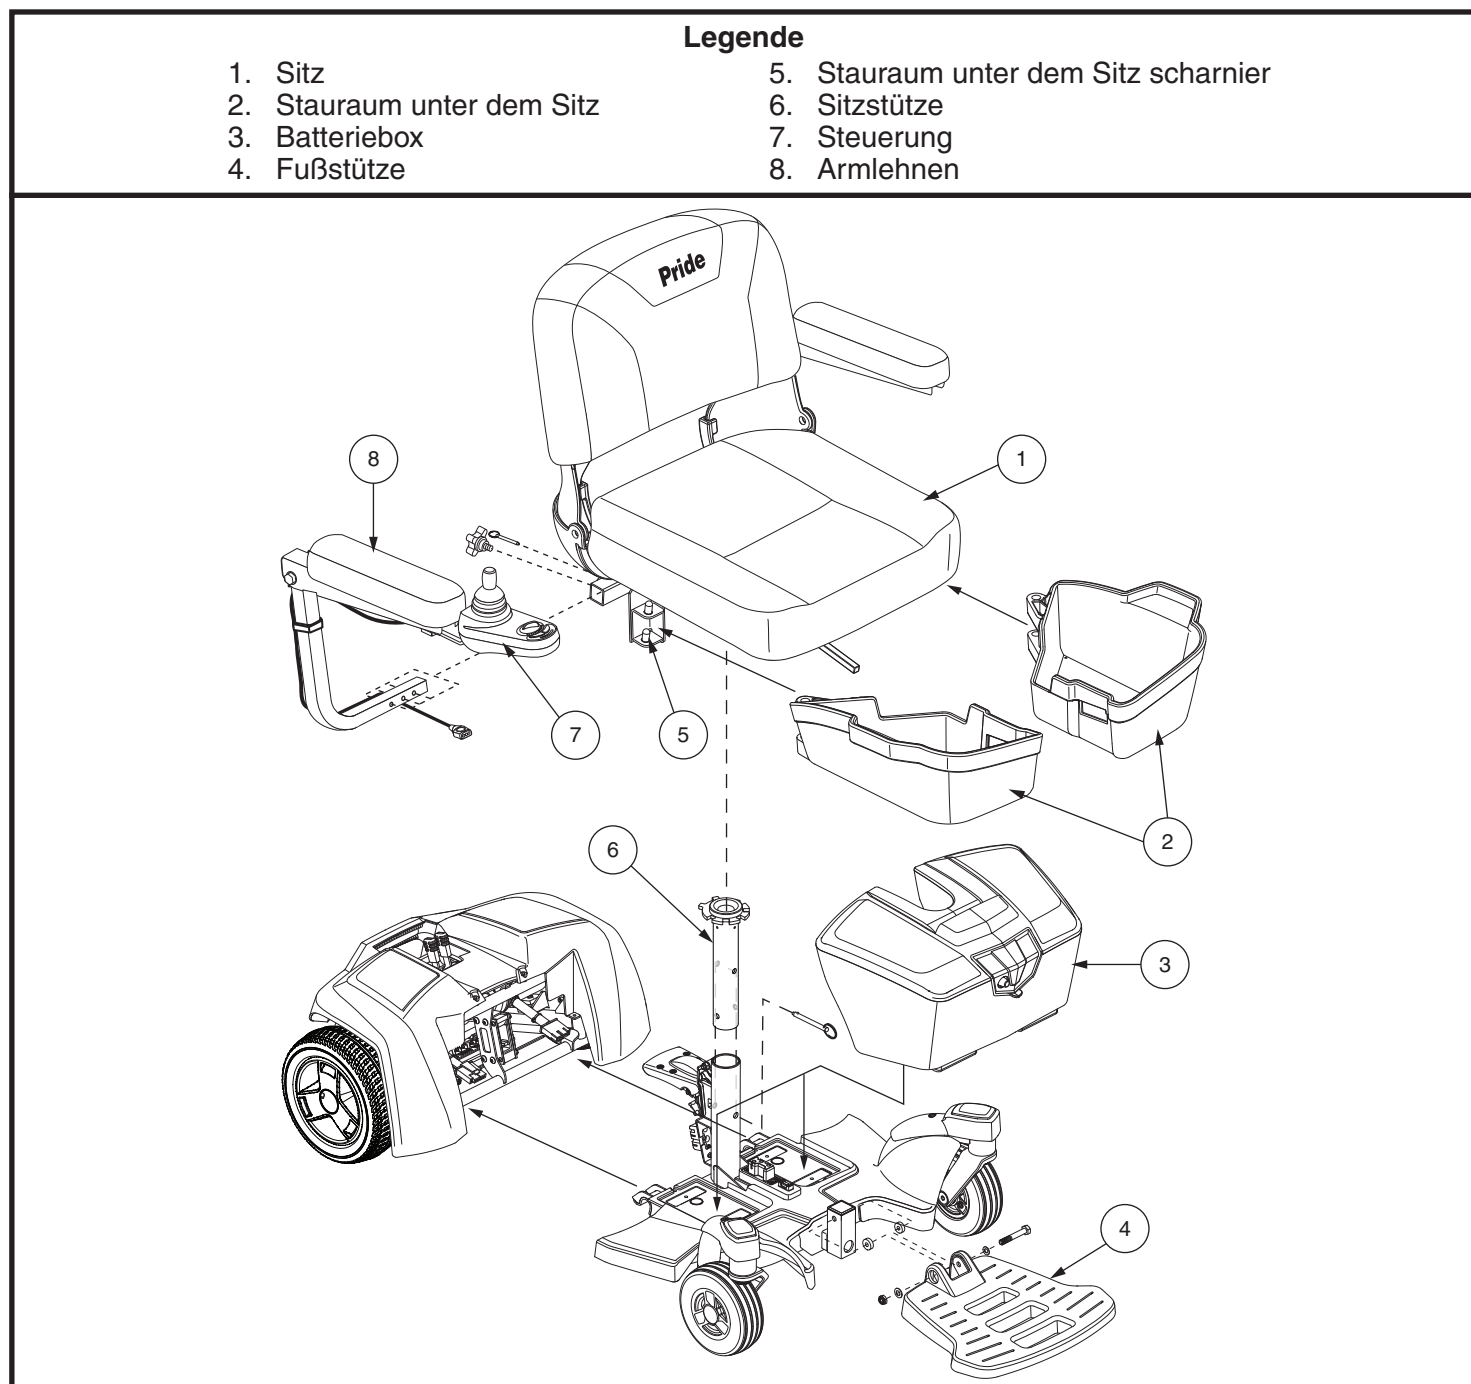

Abb. 4. Go-Chair Baugruppen Ansicht
**Abb. 4** zeigt die Einzelteile Ihres Go-Chairs, die zum An- oder Abbau geeignet sind und vom Endbenutzer oder eines qualifizierten Begleiters vor dem Gebrauch oder bei Individuellen Anpassungen montiert oder demontiert werden können. Es gibt zwei Sechskantschlüssel für die Verwendung mit Controller-Installation und Anpassung und Fußplattform Verstellung.